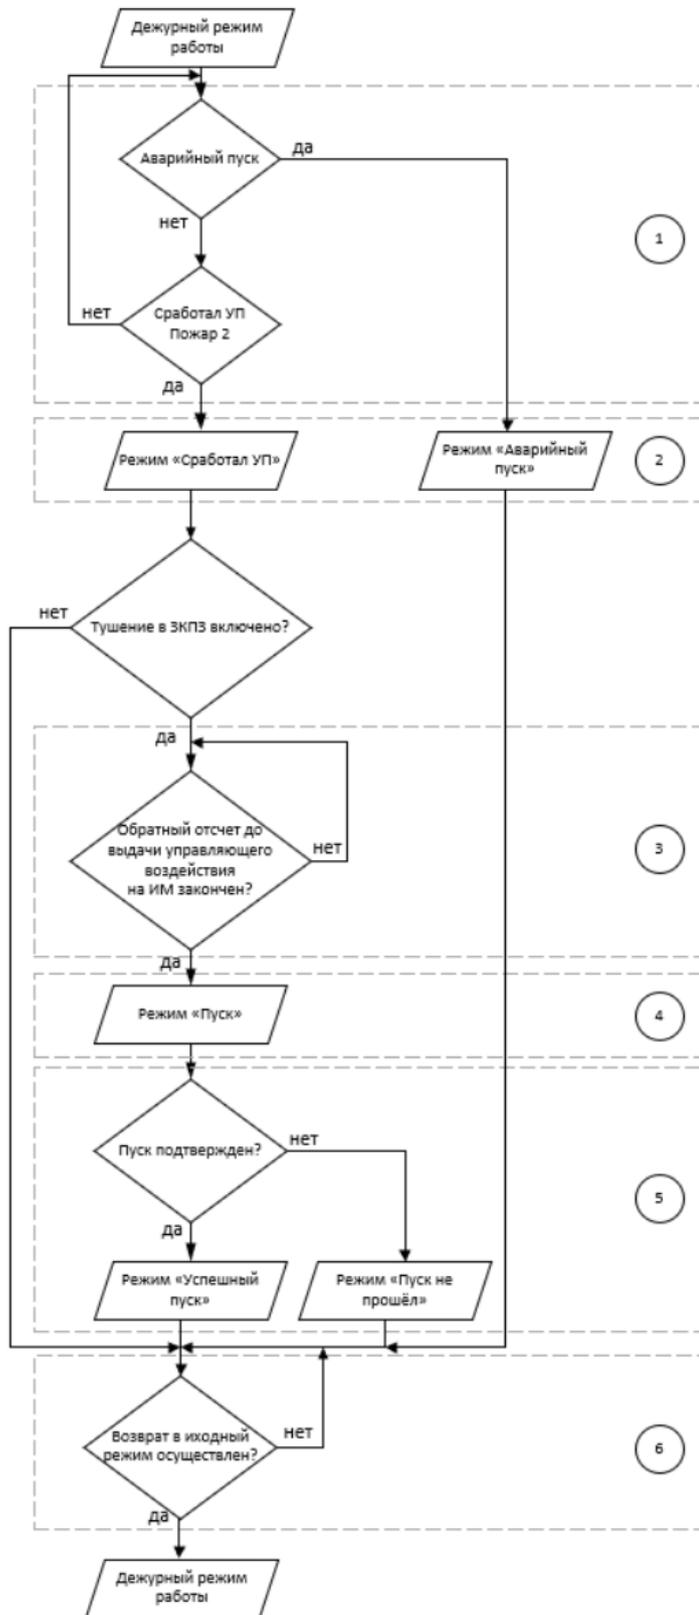

Рисунок 4.1 – Алгоритм фиксации режимов «Аварийный пуск», «Пуск (выдача сигнала на ИМ противопожарной защиты)», «Сработал УП» в дежурном режиме работы ЗКПЗ
- в дежурном режиме работы ЗКПЗ, рисунок 4.1;